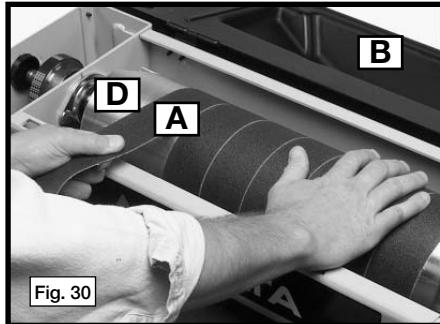

Fig. 30
5. Enrolle la banda de lijado (A) Fig. 30 con firmeza alrededor del cilindro del tambor (D), manteniendo cada envoltura cerca del borde anterior.